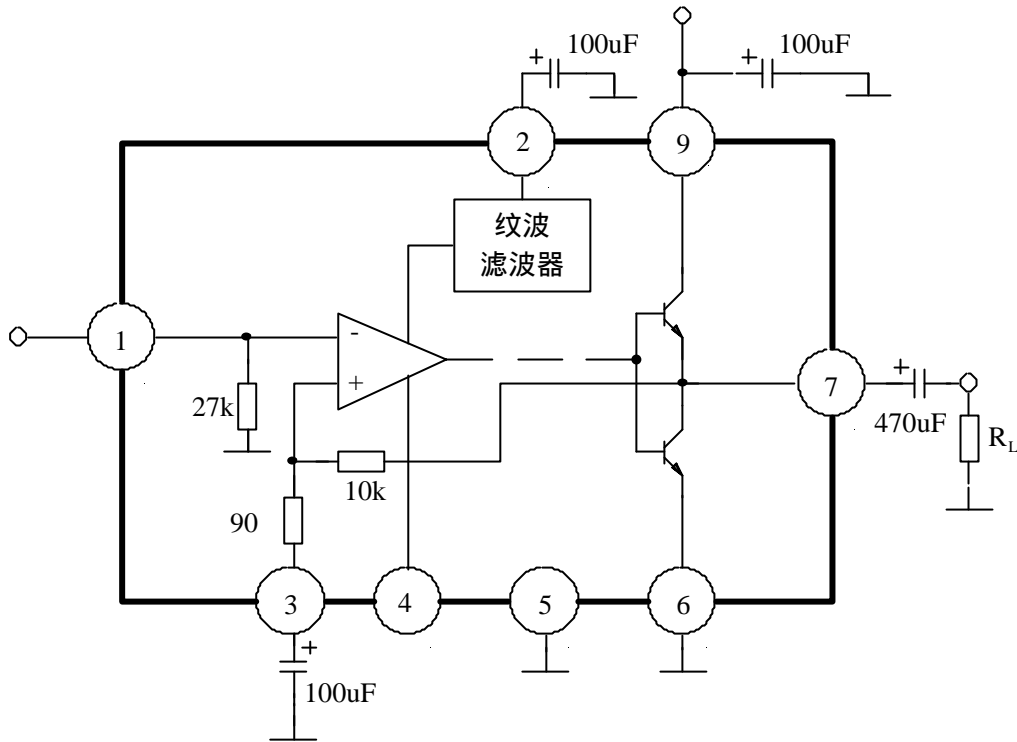

图 1
3. 纹波抑制 (R.R)：电路本身的 R.R = -25dB，但如（图 1）所示，在（2）脚加电容，R.R 将更好，为 R.R = -45dB（标准）。